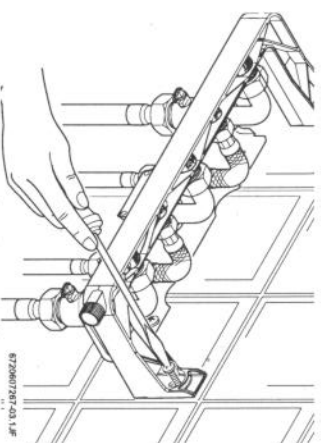

Fig. 3 Fixarea kitului de preinstalare
► Fixați kitul de instalare pe perete (fig. 3).